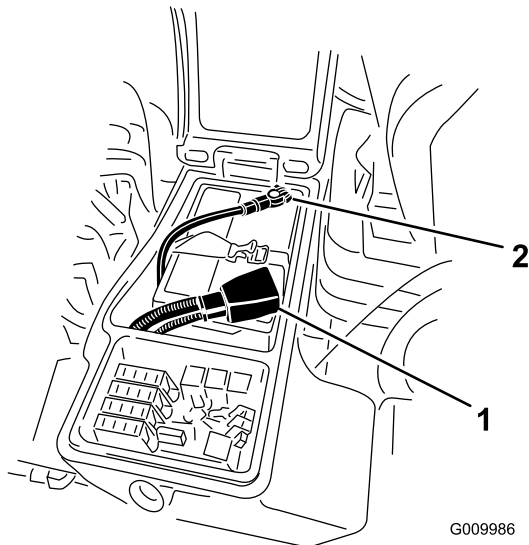

Figure 75
3. Débranchez le câble négatif (noir) de la borne négative (-), puis le câble positif (rouge) de la borne positive (+) de la batterie (Figure 75).
6. Raccordez le câble positif (rouge) de la batterie à la borne positive (+) et le câble négatif (noir) à la borne négative (-) (Figure 75).